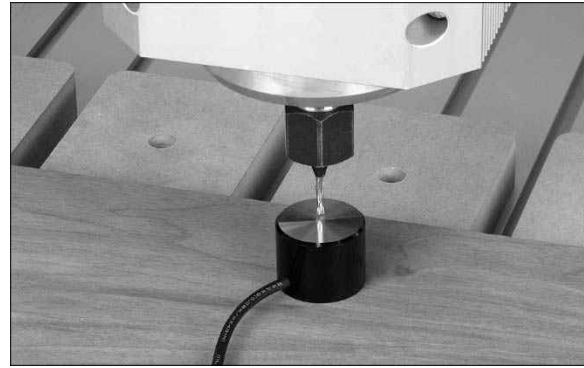

Figura 10-4
4. Fije el origen del eje Z con el disco de rebote de la herramienta proporcionado (Figura 10-4), de la forma siguiente: